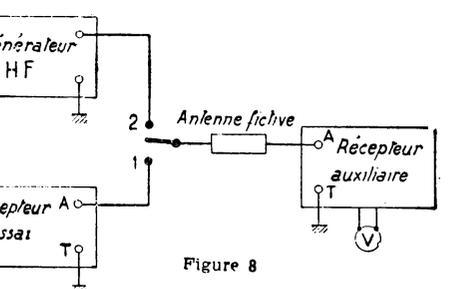

Figure 8
Le montage de la mesure de l'affaiblissement de la fréquence image est celui de la figure 8. On règle le récepteur et le générateur haute fréquence sur la fré-
Le montage de l'essai est celui de la figure 8. On se sert d'un récepteur auxiliaire équipé d'un indicateur de niveau HF par exemple un microampèremètre en série avec la résistance de détection. On règle ce récepteur sur la fréquence locale du récepteur en essai, en branchant le commutateur en (1). L'indication de niveau devie. En branchant le commutateur en (2) on reproduit cette même déviation avec une tension E du générateur. Cette tension chiffre la valeur du rayonnement du récepteur.